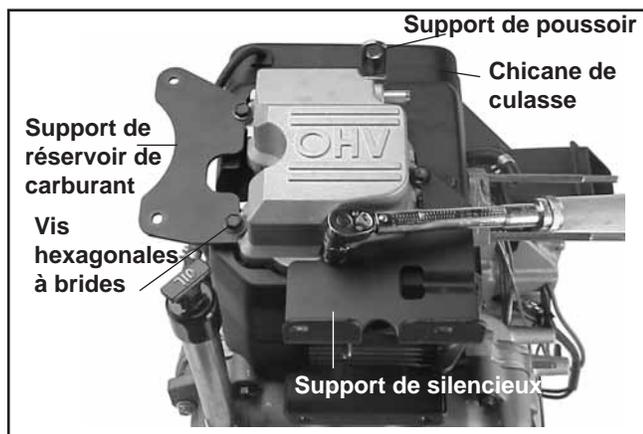

Figure 11-44. Installation du couvercle de soupape. (Couvercle en aluminium moulé sous pression montré).
3. Installer le couvercle de soupape, tout support de fixation attaché (silencieux, réservoir de carburant et/ou levage\*), avec les entretoises desserrées (couvercle en acier estampé) comme à l'origine, sur la culasse. Attacher à l'aide des cinq vis hexagonales à brides. Voir la figure 11-44.